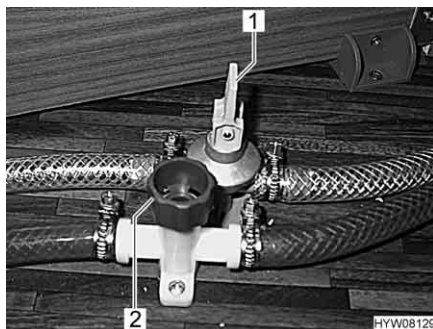

Fig. 136 Rubinetti di scarico (Alde)
- Chiudere i rubinetti di scarico. Ruotare i coperchi (Fig. 136,1) in senso orario e posizionare la leva a bilanciere (Fig. 136,2) in posizione orizzontale.